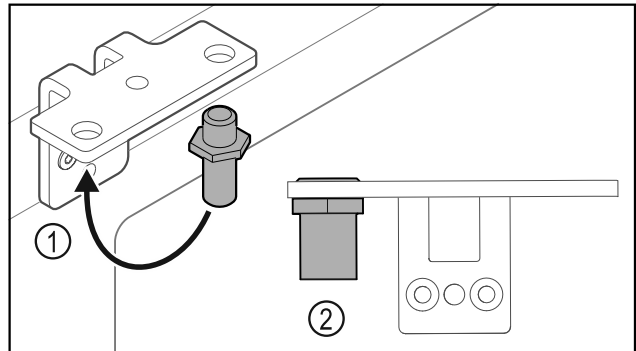

Fig. 36
- Переставьте палец Fig. 36 (1) в шарнирный уголок.
- Затяните палец Fig. 36 (2) с **моментом 12 Нм**.